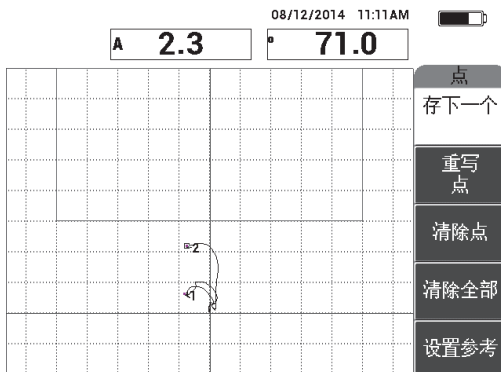

图 6-41 记录的第二个点
7. 慢慢地在第二个脱粘缺陷上滑动探头，然后按**存下一个**（**A** 键），记录第二个点（参见第 149 页的图 6-41）。